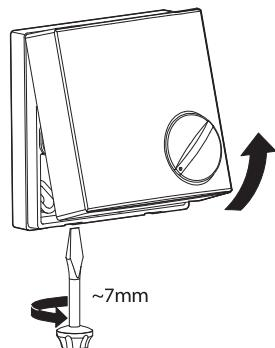

ABB. 16: Abdeckung
3. Entfernen Sie mit einem Schraubenzieher die Abdeckung mit Hygrostat. „ABB. 16: Abdeckung“.